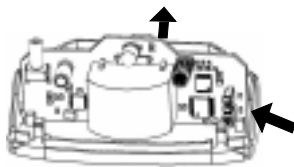

Рис. 5
11.2. Вставьте отвертку (с плоским шлицом) между платой и боковой стенкой основания, отожмите стенку основания и извлеките плату (рисунок 5).